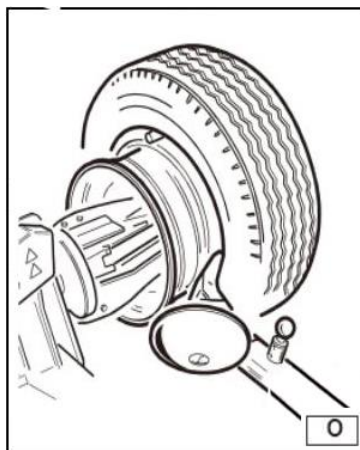

Рисунок 24
– Перемещайте съемный рычаг вперед, пока красная точка не будет на одной линии с внешним краем диска на расстоянии 5мм от него (см. рис. 24).